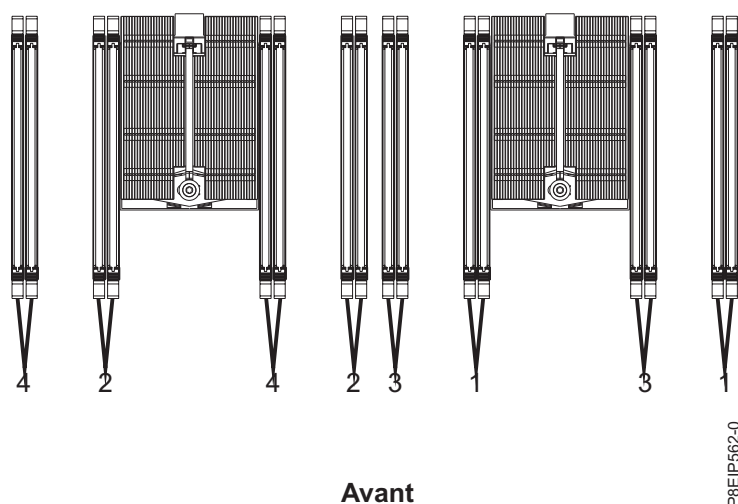

Figure 19. Emplacements des logements de mémoire et ordre de branchement
- Les barrettes mémoire DIMM doivent être ajoutées dans l'ordre. Utilisez le tableau 4, à la page 21 et la figure 19, à la page 21 pour déterminer le placement de la mémoire.